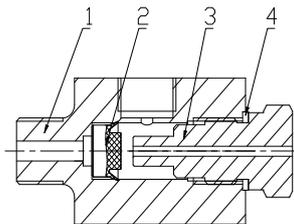

图 2 卸压阀
- 2、卸压阀：如上图 2 所示被脏物卡死，取出伞型阀 2 清洗，并清洗 1 卸压阀本体，清洗完毕后，按原装配。